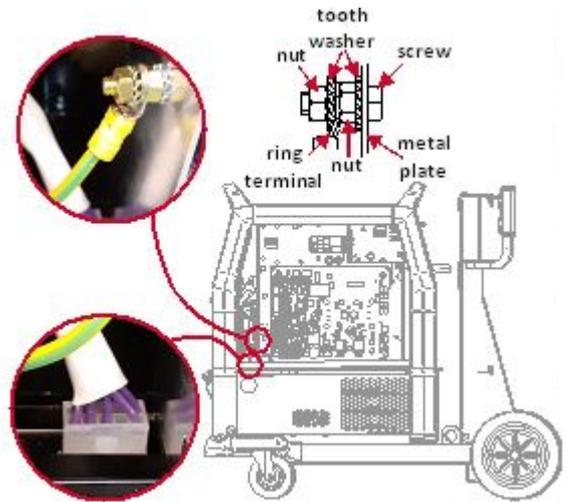

Abbildung 4
- Schließen Sie den 10-Kontakt-Stecker an die Buchse an und schrauben Sie den grün-gelben Schutzleiter an den Erdungsbolzen – schrauben Sie die M6-Mutter ab, entfernen Sie die Fächerscheibe, verlegen Sie das Kabel, setzen Sie die Fächerscheibe auf und schrauben Sie die M6-Mutter auf (Bild 4).